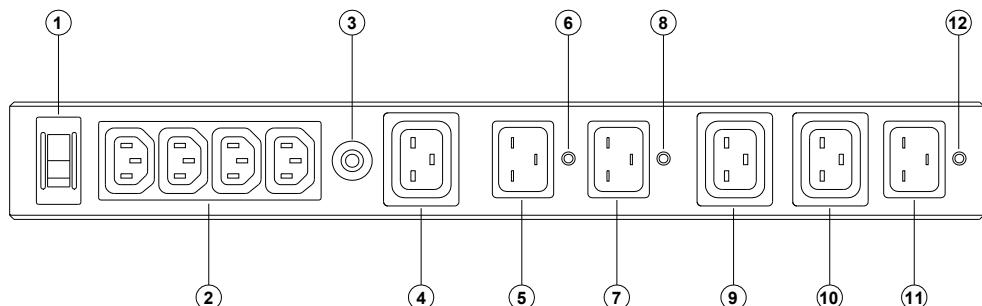

Рисунок 1 – Передняя панель модуля RBS 3K-220V
- соединить входы основного и резервного ИБП с розетками 10 и 9 (см. рисунок 1) модуля соответствующими шнурами;
- соединить выходы основного и резервного ИБП с вилками 7 и 5 (см. рисунок 1) модуля соответствующими шнурами;
- подключить сетевой шнур из комплекта поставки к вилке 11 (см. рисунок 1) модуля, а затем к розетке сети переменного тока;